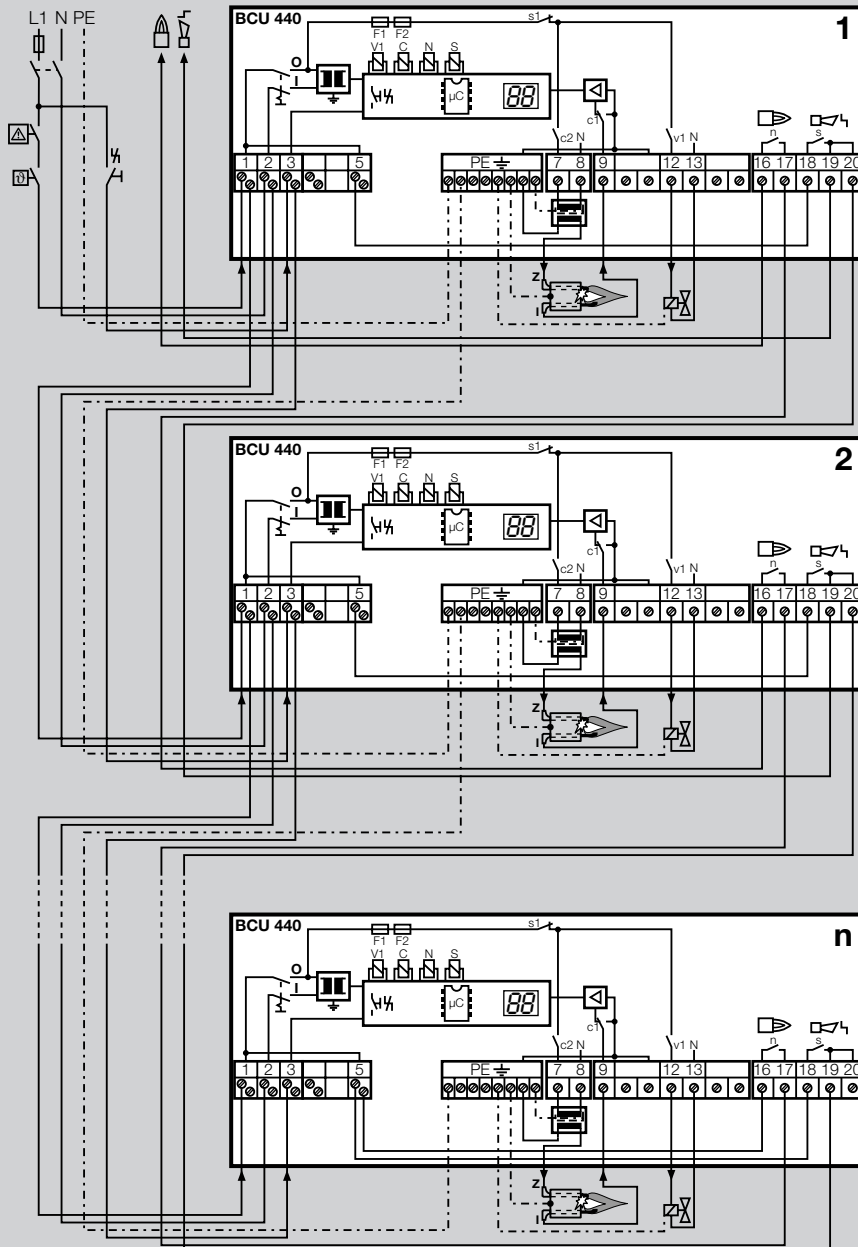

Fig. 7
- Terminals for all incoming and outgoing lines (suitable for zone-by-zone series wiring, Fig. 7).
- Клеммы для входящих и выходящих проводов (подходят для последовательного зонального соединения, Fig. 7).